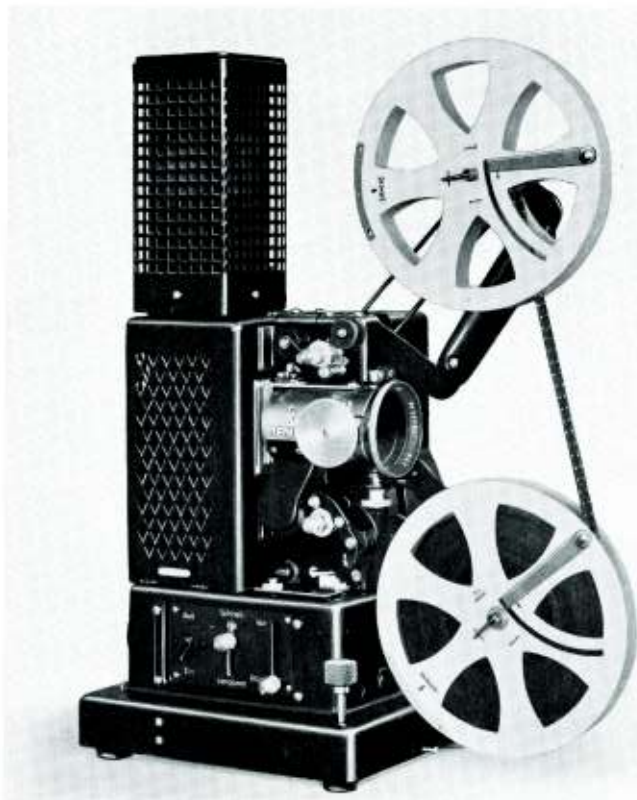

Bild 11. Umspulen des Films.
1. Filmende in obere leere Spule einfädeln (Bild 11).